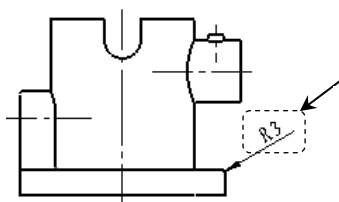

图 6.7.15 选取尺寸文本
Step4. 定义尺寸值为注释文本。选取图 6.7.15 所示的尺寸文本“R3”。